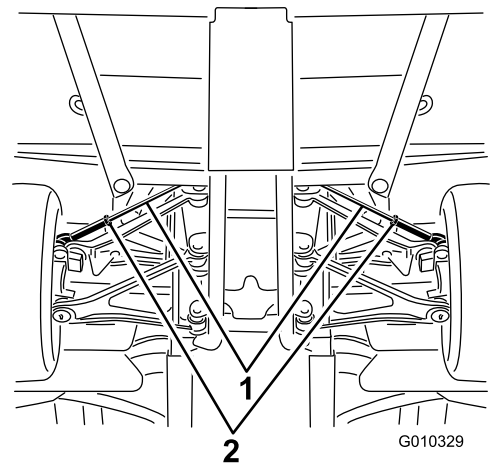

Figura 59
A. Afloje la contratuerca del centro del tirante (**Figura 59**).